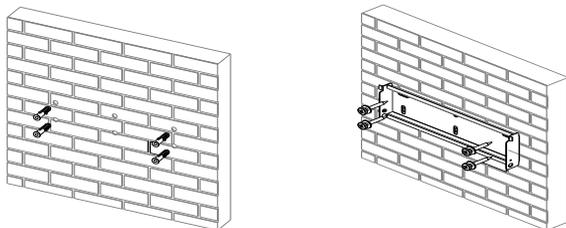

FIG. 6-7 Instalar chumbadores de expansão FIG. 6-8 Fixar o suporte de montagem na parede
2) Bata os chumbadores de expansão nos quatro orifícios correspondentes e, em seguida, fixe o suporte de montagem na parede com parafusos auto-roscentes, de acordo com a FIG. 6-7 e FIG. 6-8.